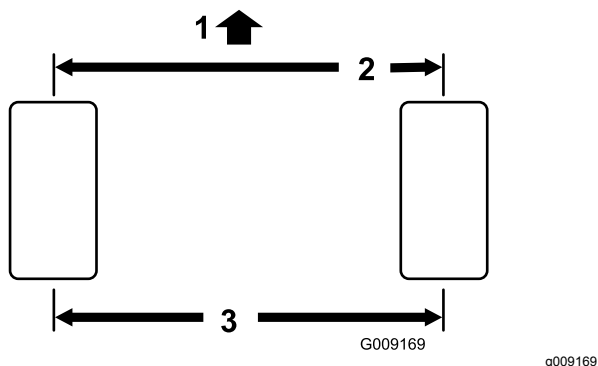

Figure 48
1. Mesurez l'entraxe (à hauteur d'essieu) à l'avant et à l'arrière des roues directrices. Le pincement à l'avant doit être inférieur de 3 mm au pincement à l'arrière (Figure 48).